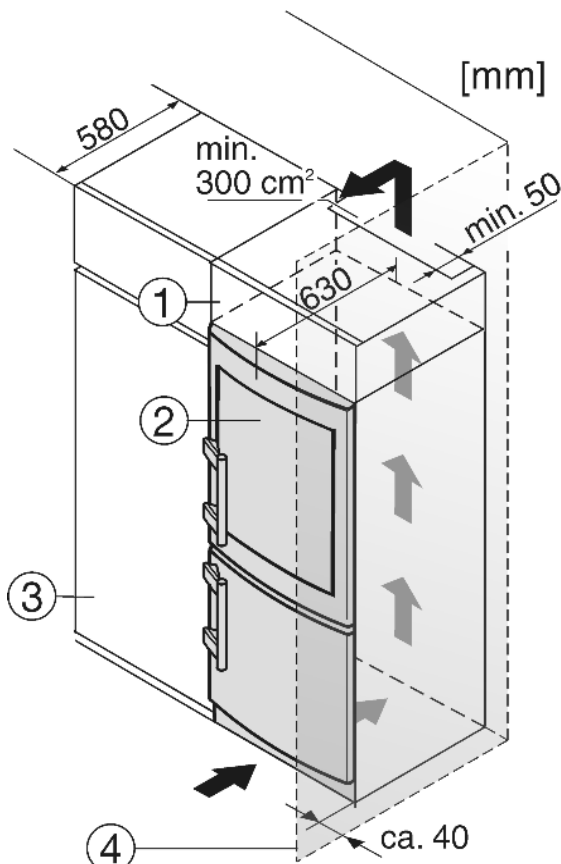

Fig. 20
- (1) Nastavná skříňka (3) Kuchyňská skříň
(2) Přístroj (4) Stěna
Zařízení lze zabudovat do vybavení kuchyně. K vyrovnání přístroje Fig. 20 (2) na výšku kuchyňské linky lze na přístroj nasadit odpovídající nástavec Fig. 20 (1).
Při montáži do kuchyňských skříní (hloubka max. 580 mm) lze přístroj instalovat hned vedle kuchyňské skříně Fig. 20 (3). Dvířka přístroje přesahují přední stěnu kuchyňské skříně na stranách o 34 mm a uprostřed o 50 mm. To umožňuje jejich volné otevírání a zavírání.
Když se přístroj instaluje závěsy vedle stěny Fig. 20 (4), musí být vzdálenost přístroje od stěny alespoň 40 mm. To odpovídá přesahu madla při otevřených dveřích.